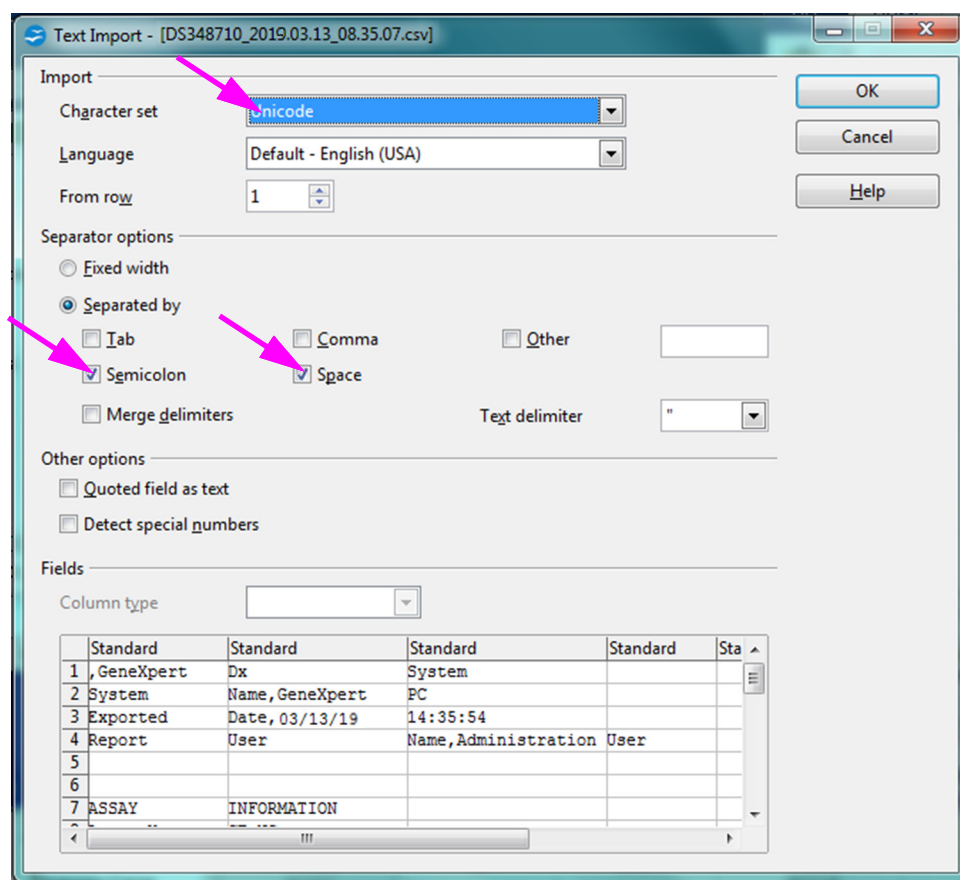

图 D-3. Text Import（文本导入）屏幕，显示默认设置
3. 单击 **Next（下一步）**。当新的屏幕显示时，输入所需的信息（姓名和姓名首字母缩写），然后单击 **Finish（完成）**。Text Import（文本导入）屏幕将会出现。参见图 D-3。
4. 在默认的 Text Import（文本导入）屏幕（请参阅图 D-3），取消选中 **Semicolon（分号）** 和 **Space（空格）**。